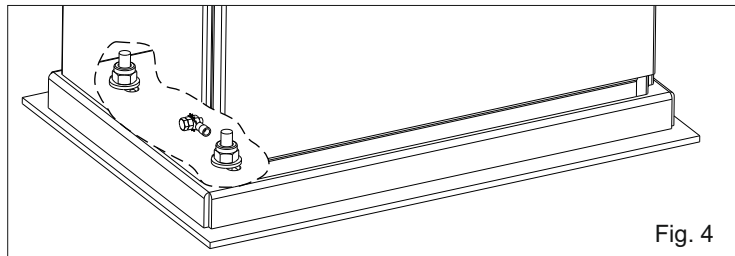

Fig. 4
**4.1.** Fijar el motorreductor a la placa de fundación regulando la posición lateral, Fig. 4, para respetar las cotas mencionadas en Fig. 2.